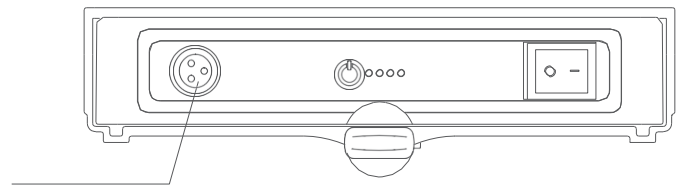

Imagen 6.10
- Método de carga 2: Retire la caja de batería de la silla de ruedas eléctrica e inserte el enchufe del cargador en la ranura, como se muestra en la imagen 6.10.